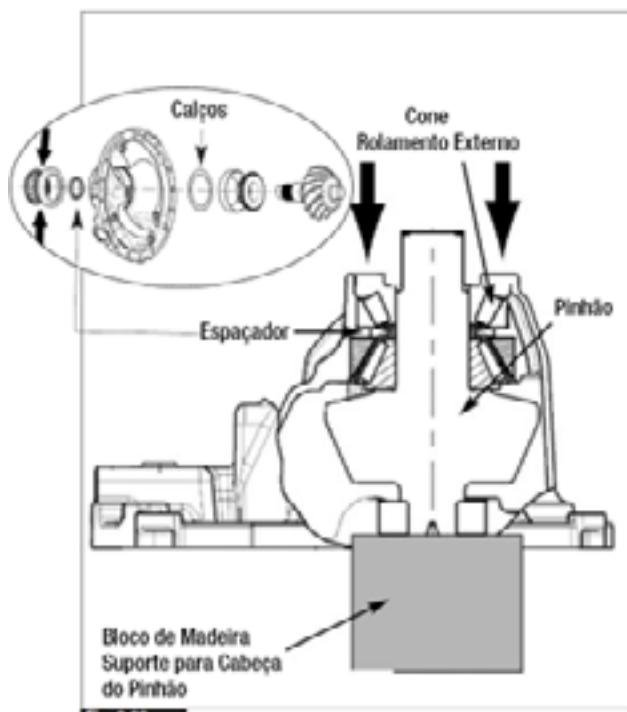

Fig. 2.32
19. Usando uma ferramenta de serviço (MST4804), prense firmemente o cone do rolamento externo na haste do pinhão mais uma vez, contra o(s) espaçador(es) (Fig. 2.32), usando uma carga de prensa de 6 a 8 toneladas. Gire o pinhão manualmente para assentar os rolamentos.
Ao usar uma prensa para montar o cone de rolamento externo no pinhão, sempre apoie sua cabeça com um bloco de madeira adequado (Fig. 2.32). Não fazer isso pode resultar em danos à caixa fundida do diferencial ou ao conjunto do pinhão.